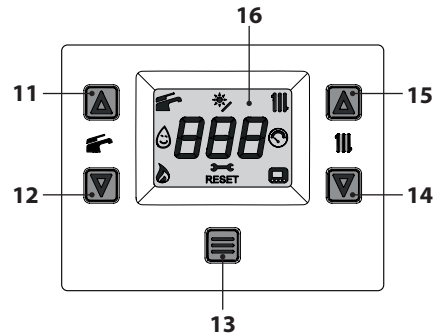
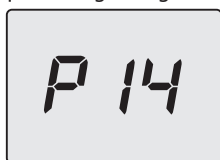
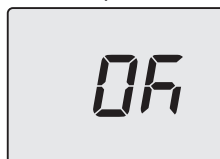

Figura 5.55
Figura 5.59
Figura 5.61
- Entrare in "modalità programmazione" premendo contemporaneamente per 5 secondi i tasti 12 e 14 (Figura 5.55) fino a far apparire sul
- Premere per 1 sec. il tasto 13 (Figura 5.55) per entrare nel parametro selezionato. Il display visualizzerà quanto segue (Figura 5.59).
- Premendo il tasto 13 (Figura 5.55) si ottiene la conferma del valore inserito. Il display visualizzerà per 5 sec. quanto segue (Figura 5.61) poi, si porterà al livello superiore.
- Premendo contemporaneamente i tasti 12 e 14 (Figura 5.55) si esce senza modificare il valore (ritorno al livello precedente).
- tenere premuti contemporaneamente i tasti 12 e 14 per 5 sec. (Figura 5.55) (ritorno al livello precedente).
Comunque se la temperatura ambiente non dovesse essere confortevole si può aumentare o diminuire la temperatura di mandata dell'impianto riscaldamento di $\pm 15^{\circ}\text{C}$ agendo sui tasti 14 (diminuzione) e 15 (aumento) (Figura 5.55).